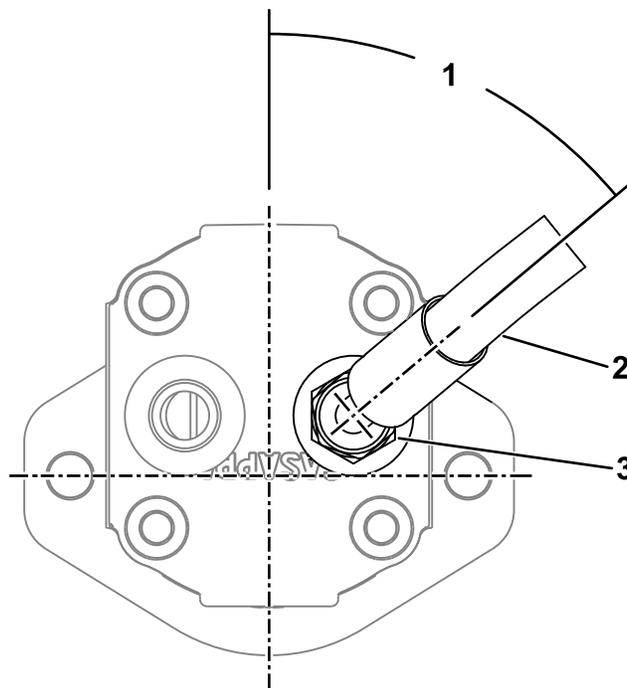

Figura 9
2. Ligue o tubo hidráulico de 45° à nova união reta e oriente-a a 50° como se mostra na Figura 9.